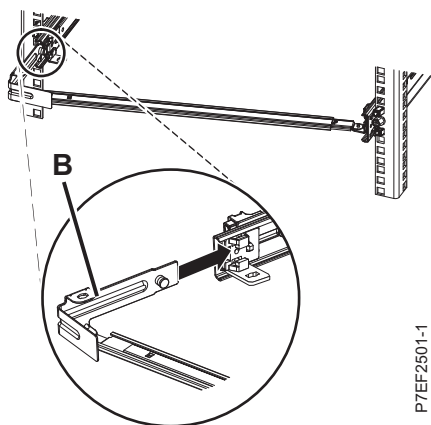

Figura 12. Estendendo o pino e instalando o suporte no trilho deslizante
4. Conecte o suporte interruptor de organização de cabos (**B**) ao slot na parte interna do trilho esquerdo deslizando o suporte interruptor (**B**) para o trilho deslizante até que o pino com molas se encaixe no lugar. Para obter detalhes, consulte Figura 12.